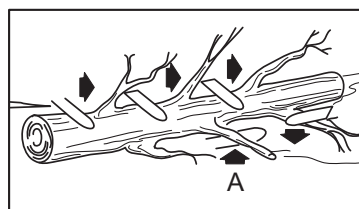

FIG. 3
**Nota:** non tagliare i rami che sostengono l'albero abbattuto prima di averlo tagliato a pezzi. (fig 3)